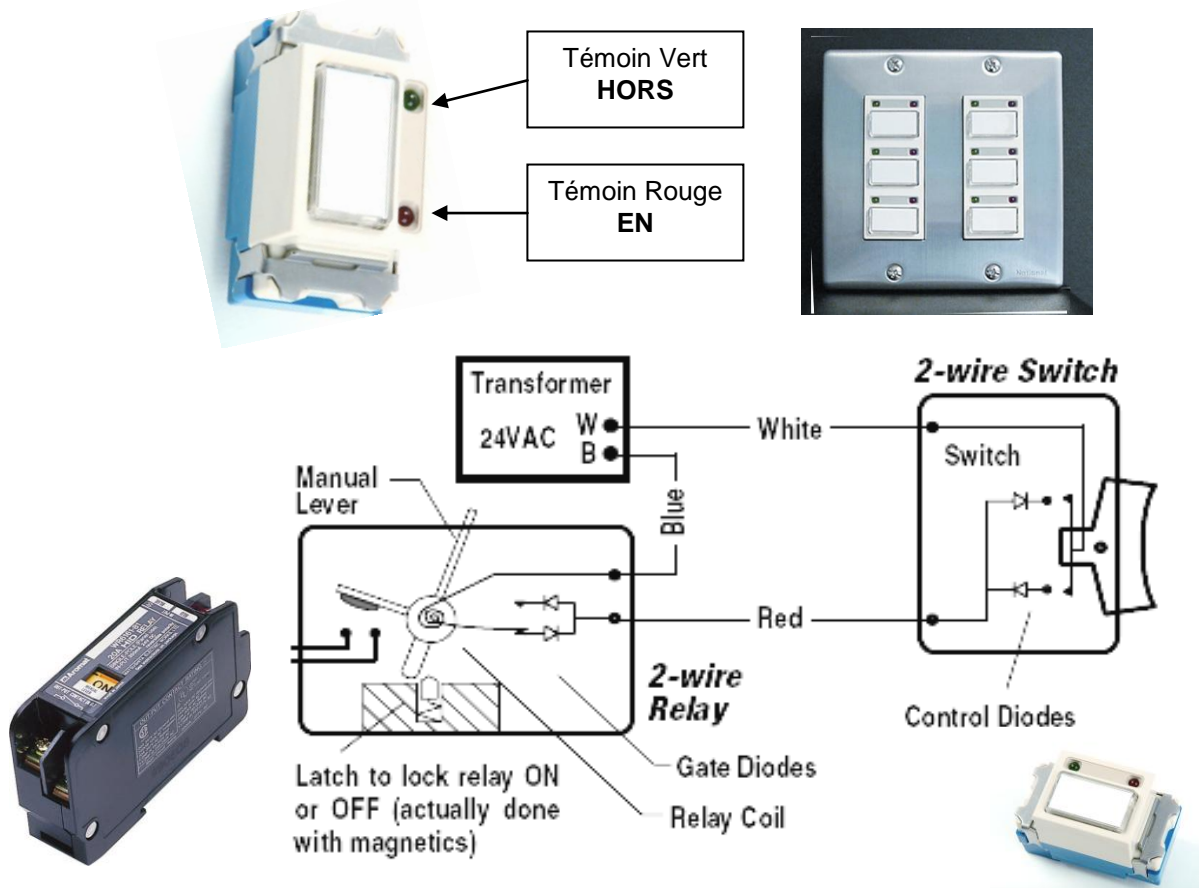

Figure 5.0 : Branchement type d'un interrupteur/d'un relais
1. Les interrupteurs Gentec Inc. à deux fils sont munis de témoins DEL indiquant le statut du relais après chaque commande. Appuyer sur le bouton une fois pour activation EN (ON), appuyer à nouveau pour désactivation HORS (OFF).
L'interrupteur momentané, commutateur interne à 2 fils de Gentec Inc., utilise des diodes fournissant une impulsion EN (ON) ou HORS (OFF) sur la ou les séquences d'activation de relais. Un ensemble d'interrupteurs peut ainsi être alimenté à partir de la même source 24 Vca à deux fils. Le terminal bleu de l'interrupteur est branché au fils blanc du système à deux fils correspondant au 24 Vca tandis que le terminal rouge de l'interrupteur est branché au terminal rouge du relais via le fils rouge du même système à 2 fils, voir figures 5.0 et 5.1